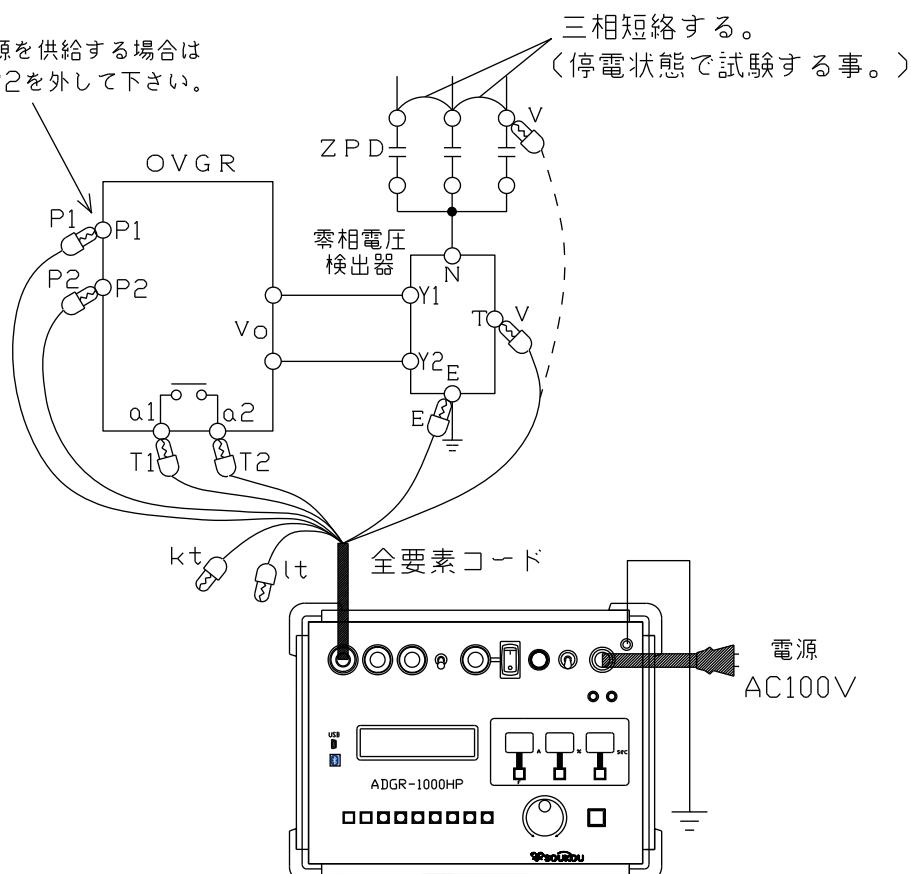

図8: OVGRの試験回路図
5. 以上のような点を注意し、試験回路を構成します。（図8）